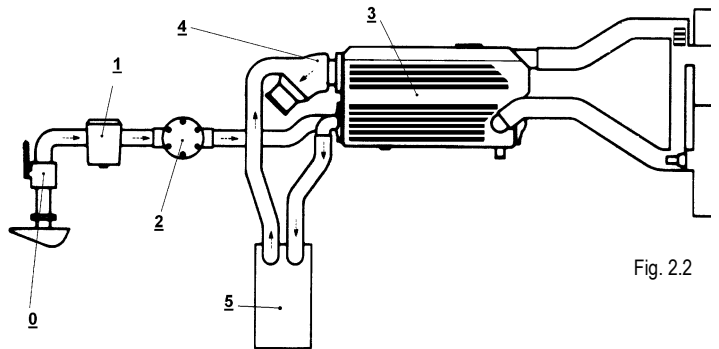

Fig. 2.2
2.2.2 SJÖVATTENSSYSTEM (fig. 2.2)